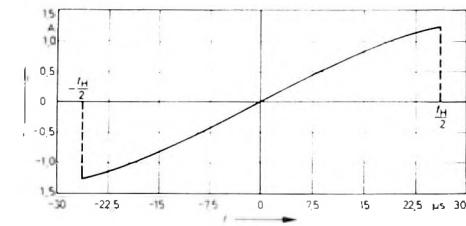

Bild 4. Form des Ablenkstroms i für lineare Ablenkung auf einer Bildröhre A 59-12 VV
- Den für eine dem Beobachter in einer Entfernung vom Fünffachen der Bildschirmdiagonale linear erscheinende Ablenkung erforderlichen Strom i durch das Ablenksystem zeigt Bild 4. Die Kurvenform läßt sich einfach gewinnen, wenn man aus dieser Entfernung einen Maßstab auf den Bildschirm projiziert und den für die Auslenkung des Elektronenstrahls in diesem Maßstab benötigten Strom mißt. Die gefundene Kurve läßt sich leicht durch eine Sinusfunktion annehmen, wenn man berücksichtigt, daß die Kurve in der Hinlaufzeit $t_H = 52,5 \mu s$ (die Rücklaufzeit ist $t_R = 11,5 \mu s$, die gesamte Zeilenperiode $t_H + t_R = 64 \mu s$) durchlaufen wird. Eine Bildüberschreibung von 8% ist eingerechnet. Die Annäherung lautet
$\frac{di}{dt} \Big|_{t=0}$ liefert die Funktion nach Bild 4. U_{C_0} läßt sich aus der Bedingung $A_1 = A_2$ errechnen (zugeführte gleich abgeführte Ladung, Spannung an C_1 im zeitlichen Mittel konstant). Man erhält so